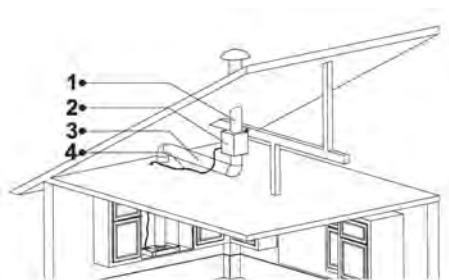

Fig. 20
**11.** Anslut nu utsugskanalen till motorkabinettet (Fig. 20). Använd den 8m långa 9-poliga multikabeln och anslut den mellan flåkten och motorkabinettet.